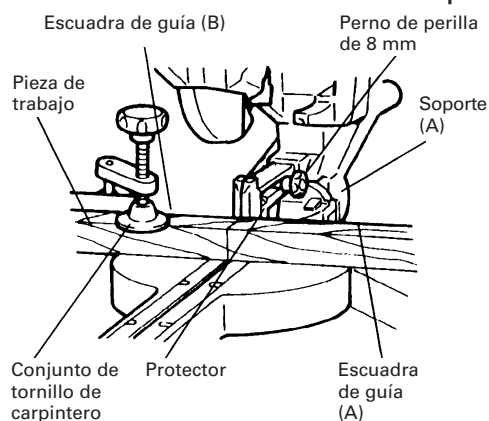

Fig. 8
El soporte (A) posee un protector (consulte la Fig. 8) en el que habrá que cortar una ranura.